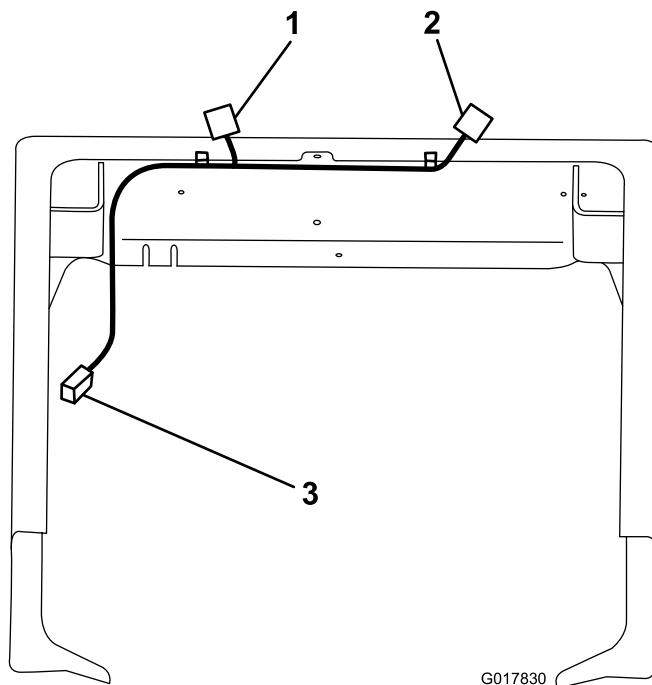

Figura 15
1. Disponete il cablaggio posteriore come illustrato in Figura 15. Fate attenzione a disporre il tratto più lungo del cablaggio terminante con un connettore piatto a quattro perni per le luci posteriori in direzione della luce posteriore sinistra.
2. Fissate il cablaggio posteriore al telaio della macchina usando 2 clip della fascetta per cavi presente sul cablaggio (Figura 15).
accoppiamento in uscita dalle luci posteriori (Figura 15).
4. Posizionate le restanti sezioni del cablaggio posteriore lungo il percorso del cablaggio principale sul lato destro della macchina (Figura 15).
5. Individuate il connettore sul cablaggio principale della macchina contrassegnato "BRAKE AND SIGNAL LIGHT KIT" (kit luci di stop e di direzione) e collegatelo al connettore all'estremità del nuovo cablaggio (Figura 15).
6. Fissate i cavi al cablaggio principale della macchina lungo il telaio con fascette per cavi (Figura 15).